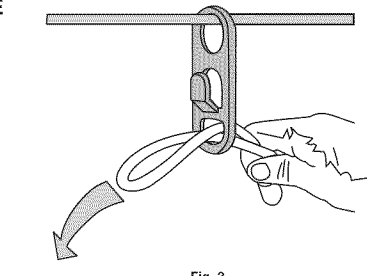

Fig. 3
2. Faites passer la boucle à travers le trou inférieur du dispositif de retenue (Fig. 3).